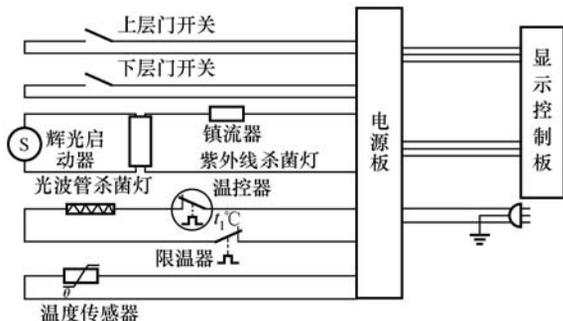

图 5-110 海尔 ZQD100F-8/8 (T) 型消毒柜电气原理图
【要点点拨】海尔 ZQD100F-8/8 (T) 型消毒柜电气原理图如图 5-110 所示。